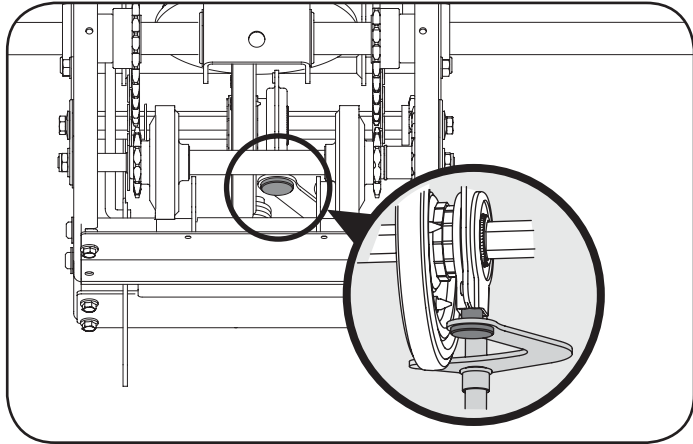

Figure 33
9. Positionnez la roue de frottement sur la goupille du levier de vitesses. Voir la Figure 33.